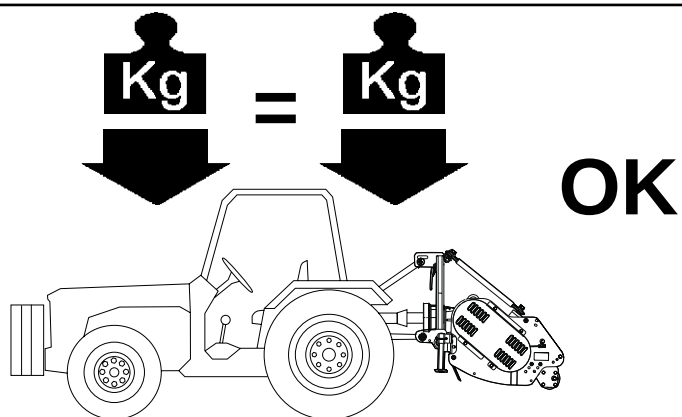

Fig. 3
È consigliabile pertanto aggiungere apposite zavorre nella parte anteriore del trattore in modo da ripartire adeguatamente il peso sugli assi (Fig. 3).
- 9) Når maskinen er koblet til traktoren vil fordelingen af vægten på akslerne være anderledes. Det tilrådes derfor at tilføje passende vægte foran på traktoren, så vægten på akslerne fordeles jævnt (Fig. 3).
Vi rekommenderar därför att frontvikter monteras på traktorn för att jämma ut viktförhållandet (Fig. 3).